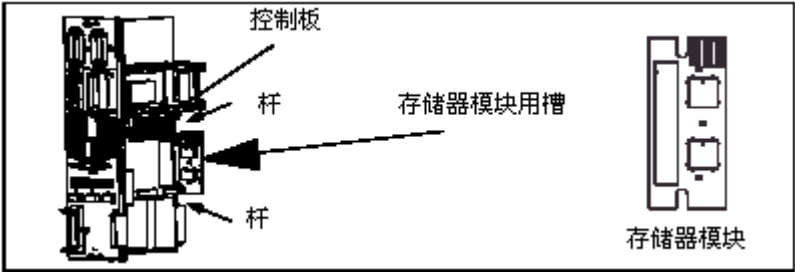

图 2-2 安装和拆除存储器模块
- 2. 向下压下存储器模块的插销，并向外推，直到插销松开为止（请参见图 2.2）。